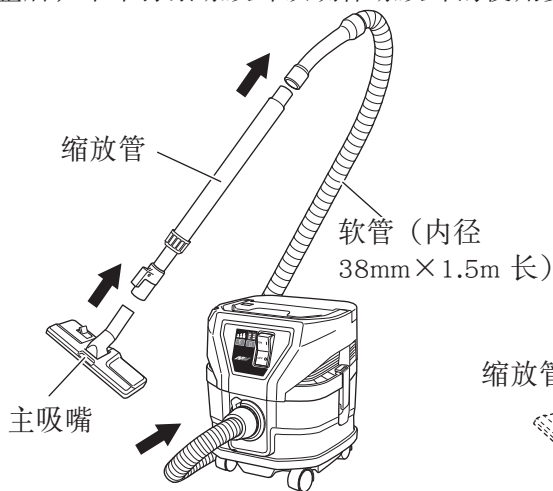

图 19
- (1) 按顺序连接软管（内径 38mm×1.5m 长），缩放管和主吸嘴。按箭头方向进行连接。也可以根据不同用途，安装到缝隙吸嘴的吸入口。（图 19）